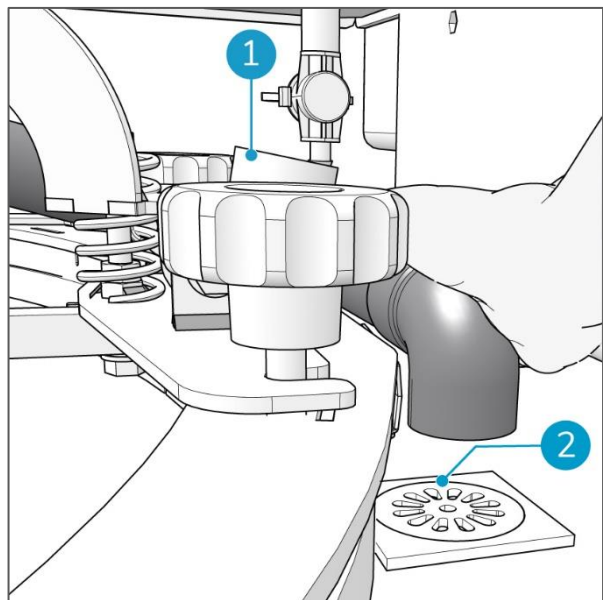

Figura 65
5. Sacas la manguera de la aspiradora del conector de manguera del escurridor (Figura 65, pos. 1).
6. Coloca el extremo de la manguera de la aspiradora sobre un desagüe para la eliminación del aguas residuales (Figura 65, pos. 2).
10. Cuando el conducto de succión esté limpio, vuelve a colocar la manguera de la aspiradora en el conector de manguera del escurridor (Figura 65, pos. 1).